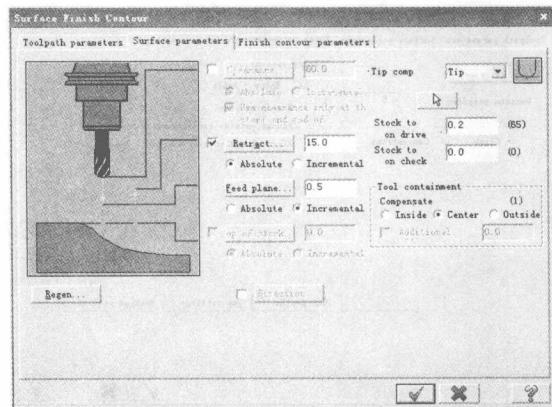

图 1-24 曲面参数
④ 点击曲面等高外形刀路中 Surface Parameters 对话框，曲面参数设置如图 1-24 所示，加工余量 0.2mm。